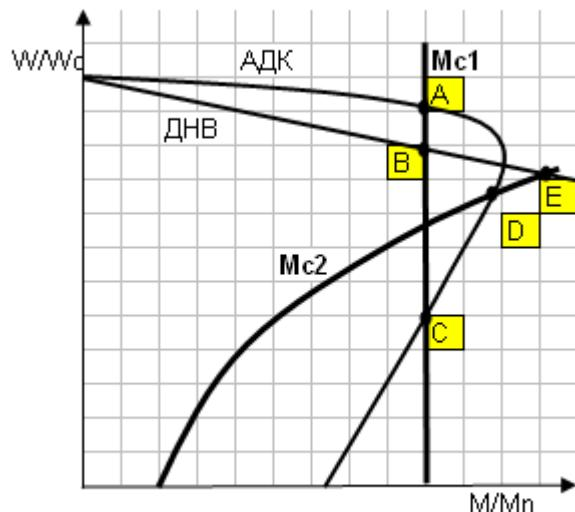

Рис.2. Статическая устойчивость электропривода
- Точки устойчивой работы электродвигателей под нагрузкой (рис.2)